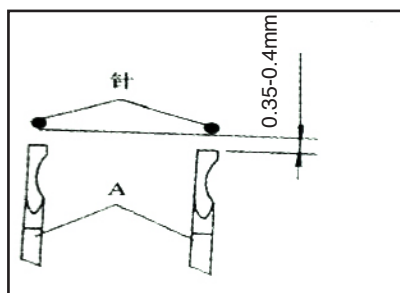

Figura 21
O espaço entre as agulhas e os palitos devem ser entre 0,2 e 0,4 m quando estiverem na posição descrita na figura 21. Mova a barra de agulha para o ponto extremo inferior e solte o parafuso (B) e mova os palitos para a posição descrita na figura 21 e então reaperte o parafuso (B). Tenha certeza que estão paralelos antes de apertar o parafuso (B).